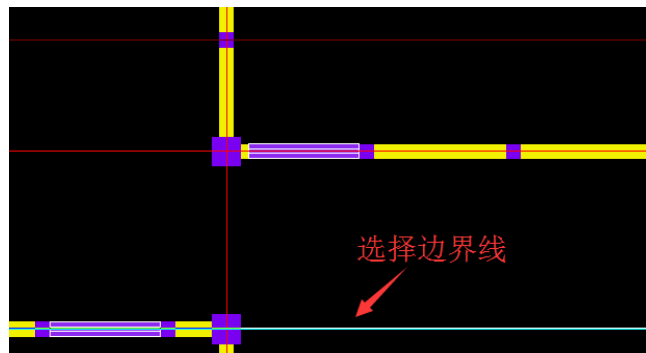

图 2-27 选择边界线
- ② 单击鼠标左键，选择需要延伸至的边界线，如图 2-27 所示。